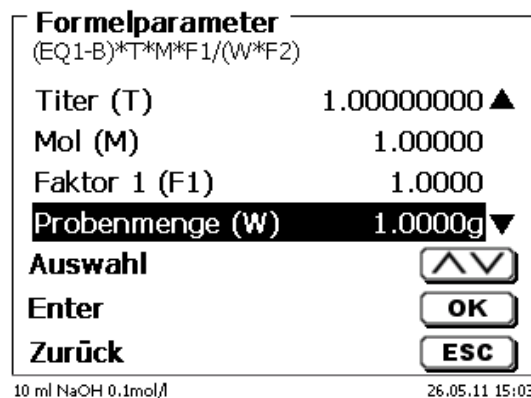
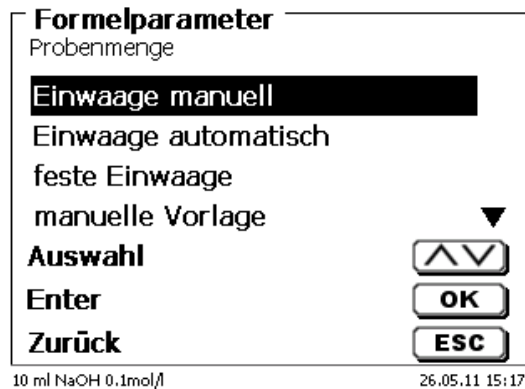

Abb. 111
Abb. 112
Bei der Probenmenge (W) (Abb. 111) wird ausgewählt, ob eine Einwaage, eine Vorlage bei der Titration, oder eine Lösung angesetzt verwenden soll (Abb. 112).